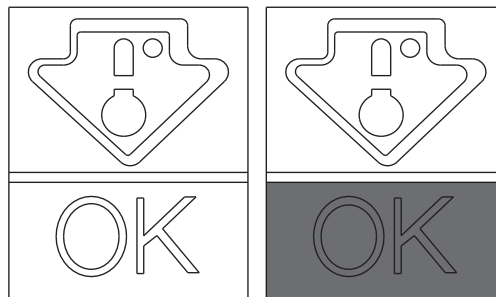

Fig. 6
- Per preservare il sapore, le proprietà nutritive e la freschezza degli alimenti, è consigliabile conservarli nel comparto frigorifero come mostrato in Fig. 6, avvolgendoli in fogli di alluminio o di plastica o collocandoli in adeguati contenitori chiusi per evitare la contaminazione reciproca.
Accertarsi che sia chiaramente visibile l'OK sull'indicatore della temperatura (Fig. 6).